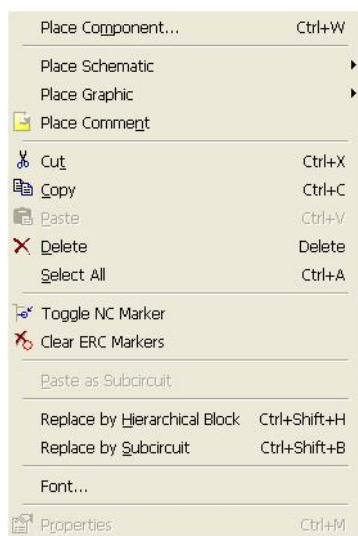

图 1-23 元件操作的快捷菜单
(3) 元件操作。先将鼠标指针指向所要进行操作的元件后，单击，该元件的四个角将各出现一个小方块，然后单击鼠标右键，在出现的如图 1-23 所示快捷菜单中选取相应的操作命令。